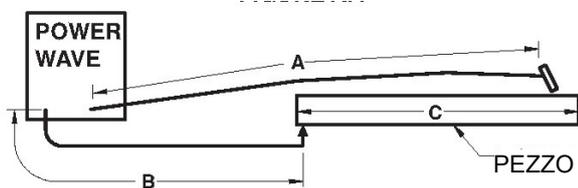

Figura N. 3
L'induttanza eccessiva del cavo riduce le prestazioni di saldatura. Vi sono diversi fattori che contribuiscono all'induttanza complessiva del sistema di cablaggio incluso la misura del cavo e l'area del circuito. L'area del circuito è definita dalla distanza di separazione tra l'elettrodo e i cavi di massa e la lunghezza complessiva del circuito di saldatura. La lunghezza del circuito di saldatura è definita come il totale della lunghezza del cavo dell'elettrodo (A) + cavo di massa (B) + percorso di massa (C) (vedere la Figura N. 3 seguente). Per ridurre l'induttanza, utilizzare sempre i cavi della dimensione appropriata e, se possibile, impiegare l'elettrodo e i cavi di massa vicini tra loro per ridurre l'area del circuito. Poiché il fattore più significativo nell'induttanza del cavo è la lunghezza del circuito di saldatura, evitare lunghezze eccessive e non avvolgere il cavo in eccesso. Per lunghezze maggiori del pezzo da saldare, considerare un terreno scorrevole per limitare al massimo la lunghezza totale del circuito di saldatura.